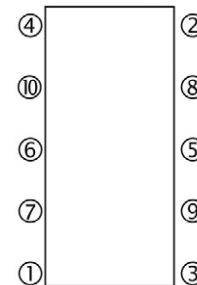

Рис.11
- Начиная с неподвижной панели, по одной насаживайте пластины на перекладину, при этом уплотнители должны быть расположены. Очистите и смажьте стяжные болты, поместите их на раме, затем аккуратно затяните гайки на значение затяжки (Рис. 11), которое указано на табличке основных данных. Проверьте, чтобы это значение было одинаково на каждой стороне. Чрезмерная затяжка может вызвать непоправимые повреждения пластин. Если Вы